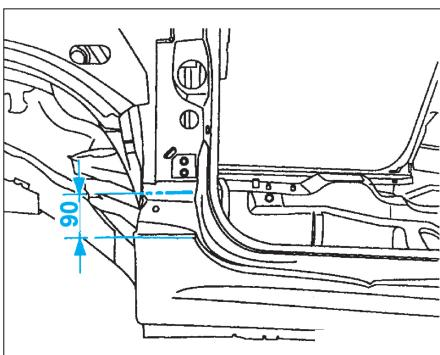

FIG. 85
- Tracer puis découper à l'aide d'une meule épaisseur 1 mm (coupe provisoire) (Fig.85).